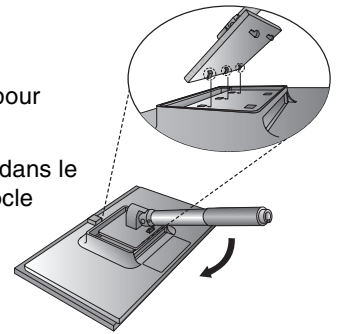

Figure 1
1. Placez le moniteur face vers le bas sur une surface non abrasive (**Figure 1**).
2. Placez les crochets supérieurs du socle dans le logement du moniteur puis insérez le socle dans le moniteur en poussant dans le sens indiqué par les flèches (voir **Figure 1**). Vérifiez que le socle est verrouillé.